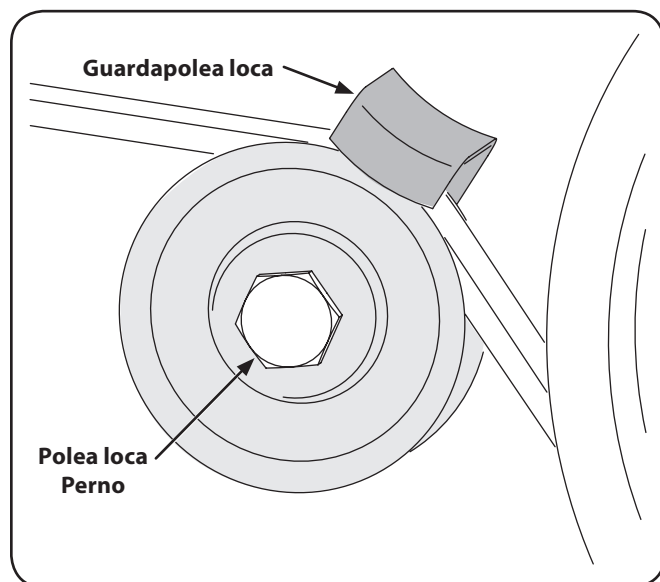

Figura 7-2
3. Retire el perno de la polea loca y mueva la correa desde debajo del guardacorreas de la polea loca. Vea la Figura 7-2.
NOTA: Al volver a armar, asegúrese de que el guardacorreas de la polea loca quede tal como se muestra en la Figura 7-2. Observe la muesca en la parte inferior del guardacorreas y la alineación cuando vuelva a armar con la correa nueva.